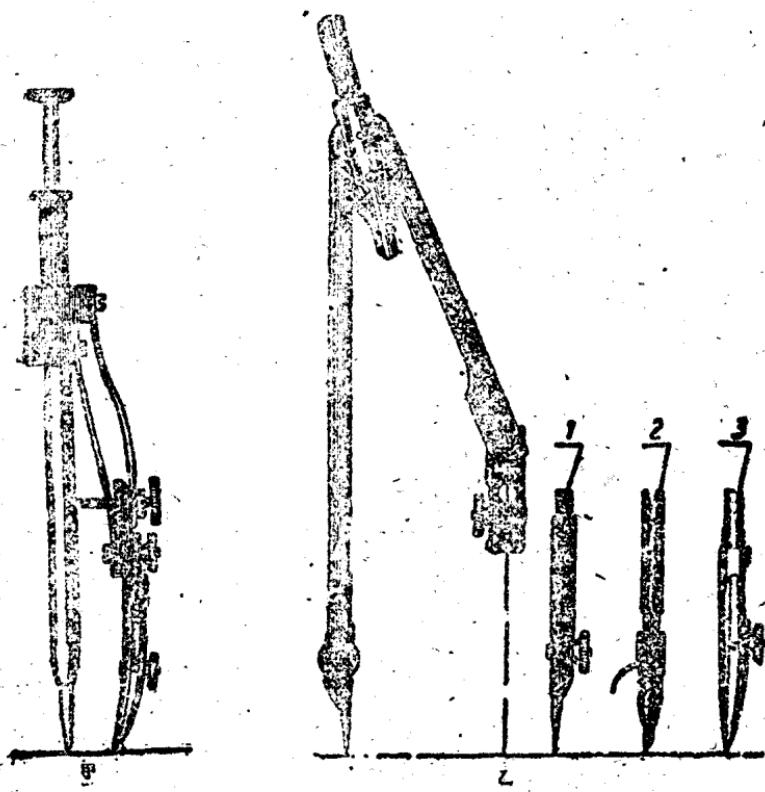

图 1. 小圆圆规与普通圆规
1. 圓規：圓規是画圆圈用的，繪图的时候，需要画出大小不同的圆圈，所以圓規的种类也很多。一般常用的有：小圓圓規和普通圓規(如图 1)。它們的一个脚上能按上鴨咀筆或鉛筆，所以用它可以画墨的圆圈，也可以画鉛筆的圆圈。